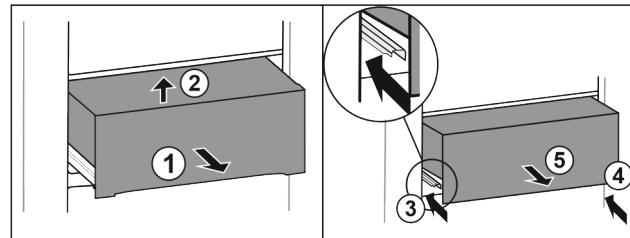

Fig. 30
- Вытяните выдвижной ящик наполовину Fig. 30 (1).
- Приподнимите спереди Fig. 30 (2).
- Вставьте левую направляющую Fig. 30 (3).
- Вставьте правую направляющую Fig. 30 (4).
- Извлеките выдвижной ящик движением вперед Fig. 30 (5).